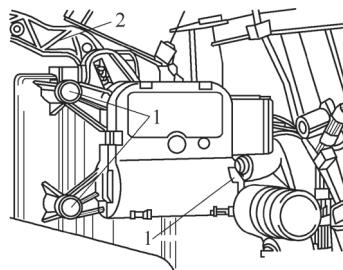

图 5-36 拆下右侧温度翻板伺服电动机
5) 如图 5-36 所示，旋出紧固螺栓 1 并拆下温度翻板伺服电动机 V159。